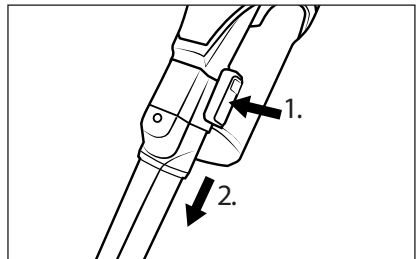

Abb. 15
- ◆ Zum Entfernen des Zubehörs halten Sie die Entriegelungstaste am Zubehör gedrückt und ziehen Sie dann das Zubehör vom Saugrohr 23 oder von der Saugöffnung des Gerätes ab (siehe Abb. 15).